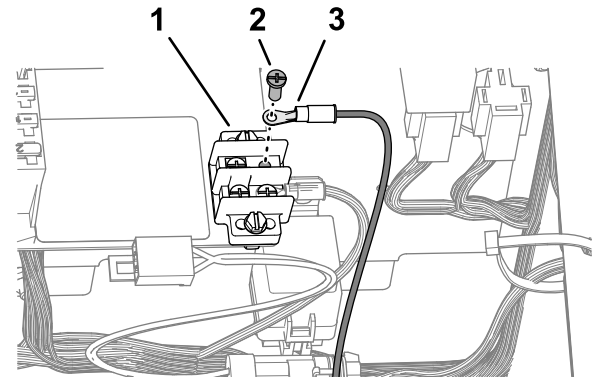

Figura 19
1. Retire un tornillo del terminal del bloque de terminales de tierra (Figura 19).
2. Instale el terminal de anillo con la etiqueta HORN GROUND (conexión a tierra del claxon) del arnés de cables del kit al bloque de terminales de tierra con el tornillo de terminal (Figura 19).